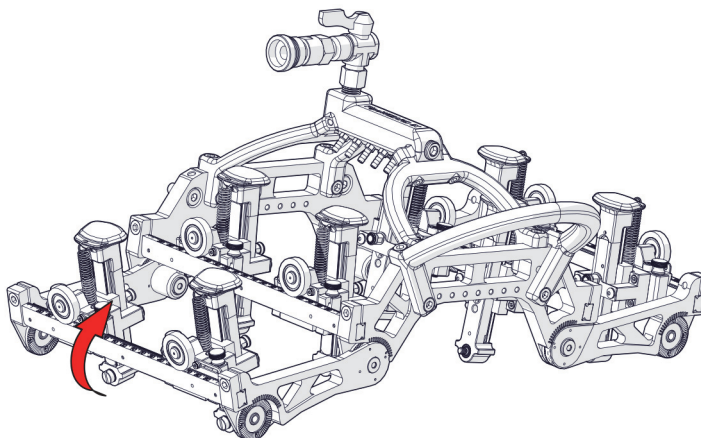

Figura 1-52 Ajuste del ángulo de la sección de módulo de sonda
5. Ajuste el ángulo de la sección de módulo de sonda según sea necesario (ver Figura 1-52 en la página 64).